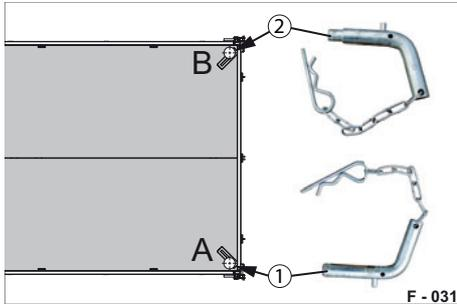

Abb. 45 Steckbolzen am Heck eingesteckt
- ▶ Stecken und sichern Sie die Steckbolzen (Abb. 45/1 & Abb. 45/2) in den hinteren Kipplagern. Die vorderen Kipplager sind freigegeben.